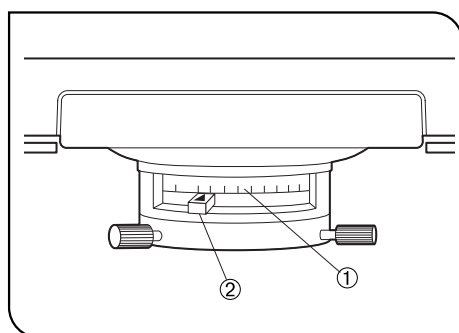

Abb. 15
- ⊙ Den Aperturblendenhebel ② mit dem Wert für die numerische Apertur ① auf der Skala ausrichten. Der Skalenwert sollte dem auf dem Objektiv angegebenen Wert für die numerische Apertur entsprechen. Da der Aperturblendenhebel etwas breiter ist, den auf dem Hebel eingravierten Mittelstrich mit der Skalenanzeige ausrichten. Bei Verwendung eines 100X-Objektivs den Aperturblendenhebel ② bis zum Wert 0,9 auf der Skala drehen. (Abb. 15)